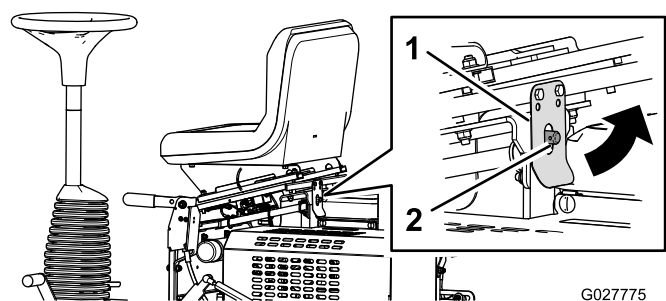

Figura 19
2. Tire hacia atrás del enganche del asiento e incline el asiento hacia adelante (**Figura 19**).